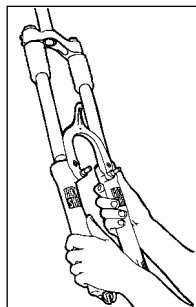

Abb. 4
7. Ziehen Sie die einteilige untere Rohreinheit ab (siehe Abb. 4) Entfernen Sie die Gabel-Boots.